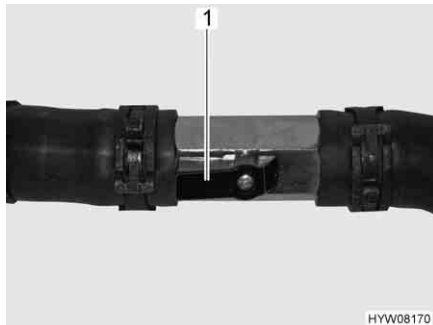

Fig. 69 Rubinetto aperto
- Posizionare la leva (Fig. 69,1) parallelamente alla tubazione (Fig. 69).